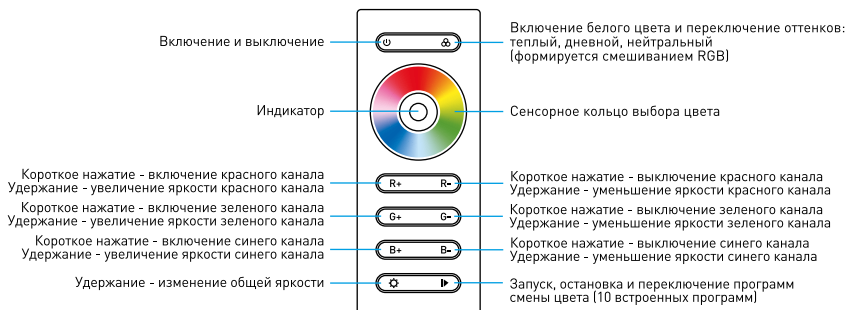

Рис. 1. Функции пульта.
- 3.8. Проверьте управление лентой с пульта (Рис. 1).